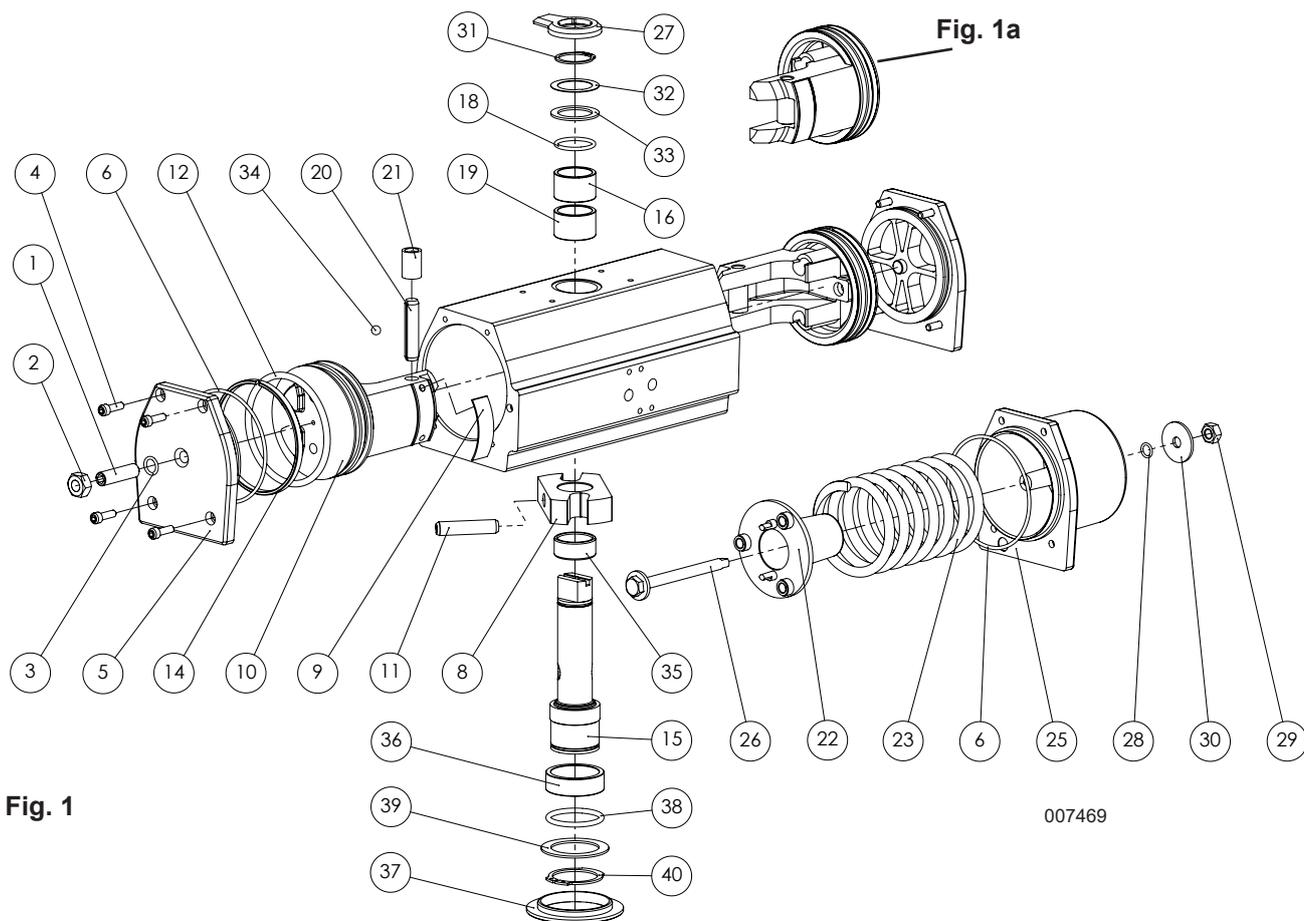

Fig. 1
Le Scotch-Yoke des actionneurs RC200 a une fourchette inclinée. De ce fait, la fonction de l'actionneur peut être modifiée en fonction du mode de montage des pistons dans l'actionneur. Les pistons sont montés selon la figure 1 (page 2) ou la figure 1.a, pour assurer les fonctions suivantes:
Selon la figure 1:
4. Montez les pistons d'après la Figure 1 à la page page 2.